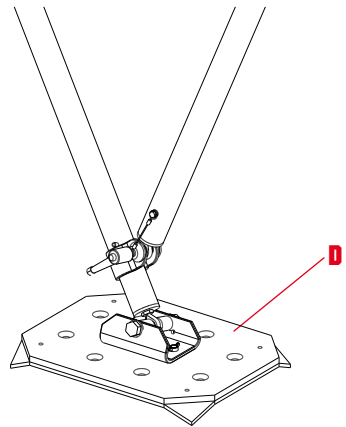

fig. 4B
- côté à onglets pour les surfaces rugueuses, irrégulières ou molles (fig. 4B).